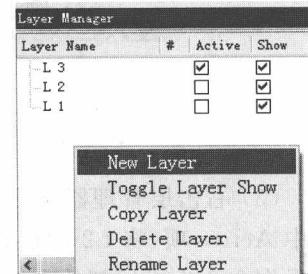

图 1.9
(6) 右击层管理器,选择 New Layer,如图 1.9 所示,新建立一个名为 L3 的图层。并且将 Active 项选中,将 L3 图层设置为当前层。